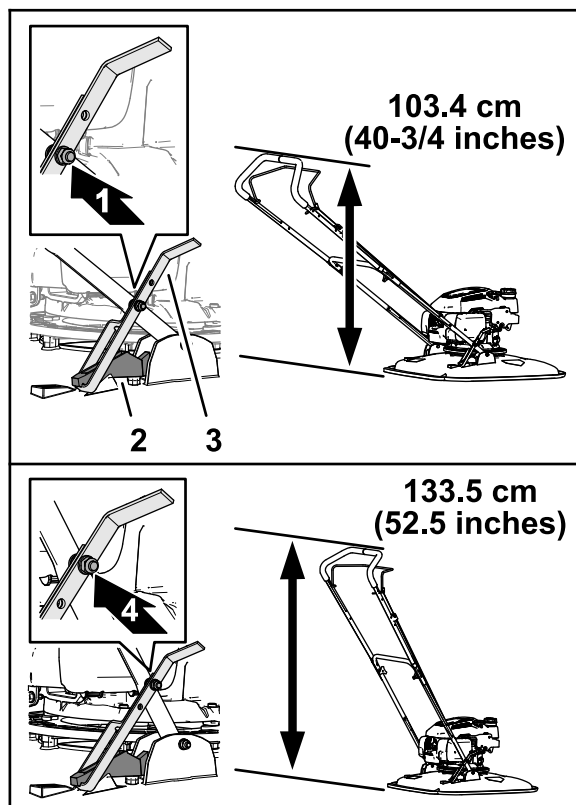

Рисунок 3
1. Определите высоту рукоятки, когда ножной упор прикреплен к упорному кронштейну верхнего положения (Рисунок 3).